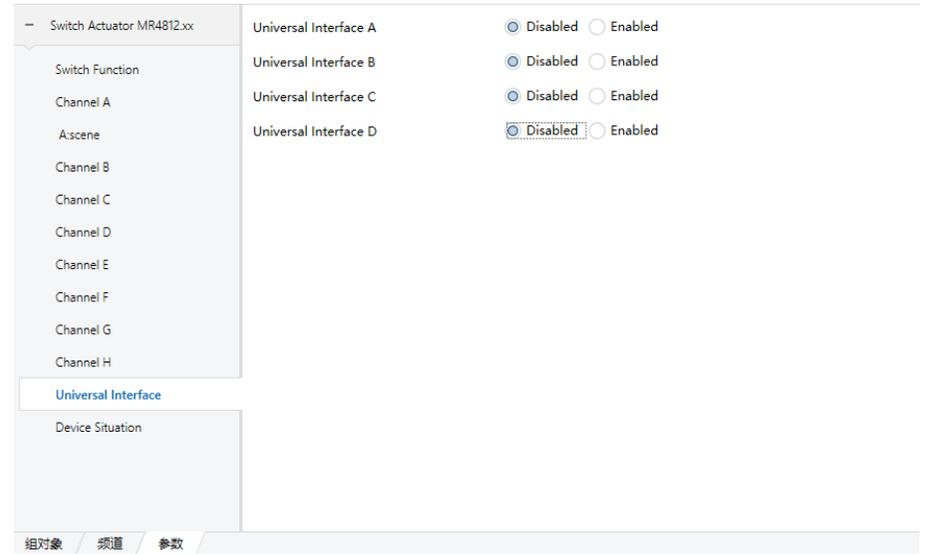

图 6.2.1
1)单击如图 6.2.1 所示的 “Universal Interface”, Universal Interface A-D 都设置为 enable, 将会启用四个干接点接口。